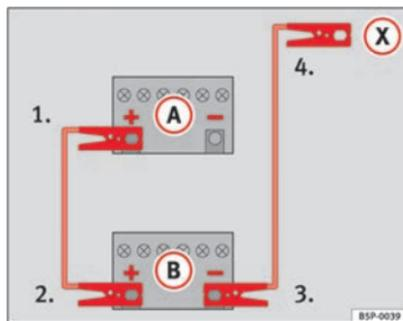

Abb. 214 Anschlussschema für Fahrzeuge ohne Start-Stopp-System.
2. Klemmen Sie ein Ende des *roten* Starthilfekabels an den Pluspol (+) des Fahrzeugs mit der entladenen Fahrzeugbatterie (A) an \Rightarrow Abb. 214.
3. Klemmen Sie das andere Ende des *roten* Starthilfekabels an den Pluspol (+) des stromgebenden Fahrzeugs (B) an.
4. **Bei Fahrzeugen ohne Start-Stopp-Betrieb:** Klemmen Sie ein Ende des *schwarzen* Starthilfekabels an den Minuspol (-) des stromgebenden Fahrzeugs (B) \Rightarrow Abb. 214.